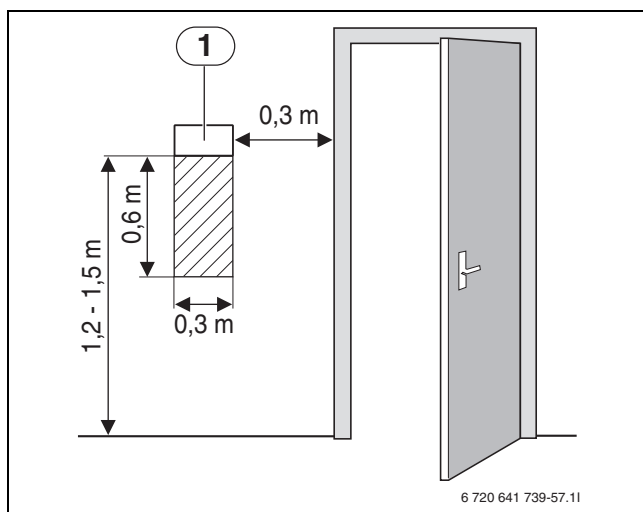

Fig. 11 Luogo di installazione consigliato per la sonda di temperatura ambiente
- ▶ Per far circolare liberamente l'aria sotto la sonda di temperatura ambiente, lasciare libera la superficie tratteggiata (→ fig. 11).